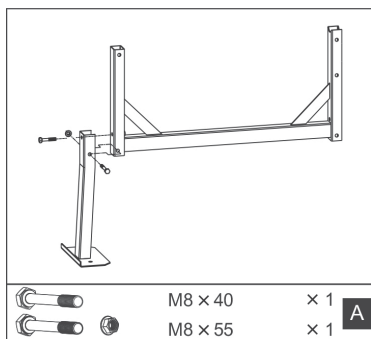

Fig.4
Gebruik de accessoires met de markering (A), Fig. 4.